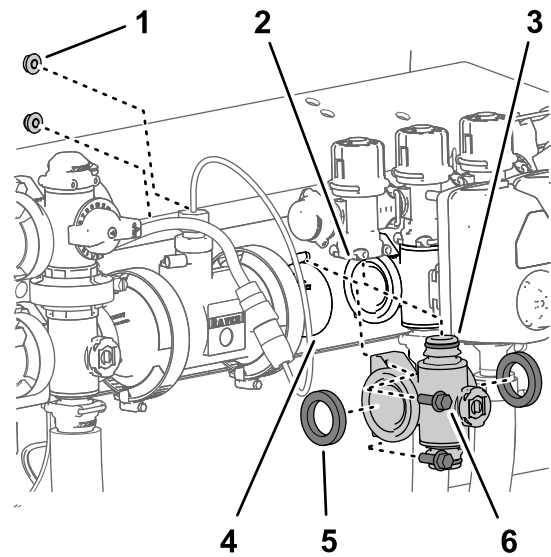

Figure 108
le collecteur de vanne de section au support de vannes (Figure 108).
5. Baissez le collecteur de vanne de section et les joints pour les séparer de la vanne de dérivation de section et déposez-les de la machine (Figure 108).